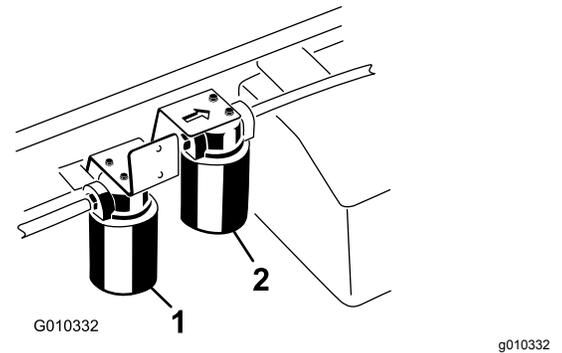

Bild 75
3. Stellen Sie eine Auffangwanne unter den Filter und entfernen den Filter (Bild 75).
1. Reinigen Sie den Anbaubereich des Hochflussfilters (Bild 75).